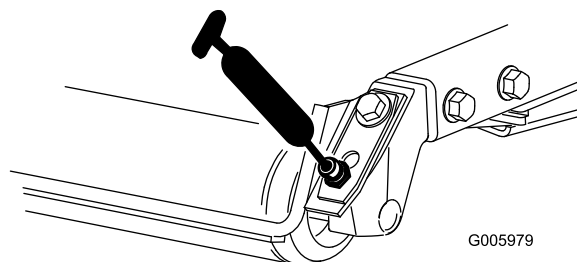

図 86
- 図 86に示す、後ローラのベアリングカッティングユニット 1 台に 2 ヶ所